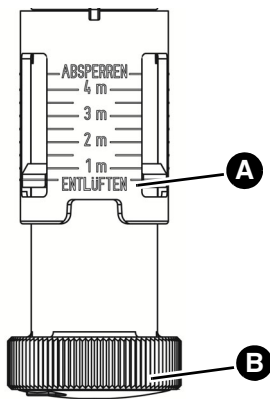

Figure 6: Position "Aérer"
1. Déterminez la hauteur de protection d'après la figure 6.
2. Réglez la valeur déterminée sur l'échelle (A) avec le volant de réglage (B).
3. Fixez le plombage (C) pour éviter tout dérèglage.